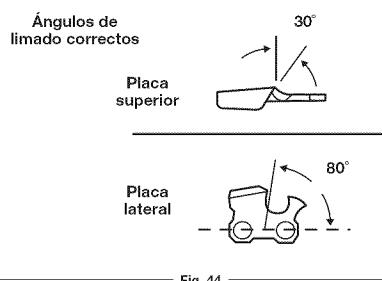

Fig. 44
- CORRECTO (30°)** – Las guías de escofina tienen marcas para alinear adecuadamente la escofina y darle el ángulo correcto a la placa superior (Fig. 44).
- CORRECTO (80°)** – Se produce automáticamente si se usa el diámetro correcto de escofina sobre la guía de escofina (Fig. 44).